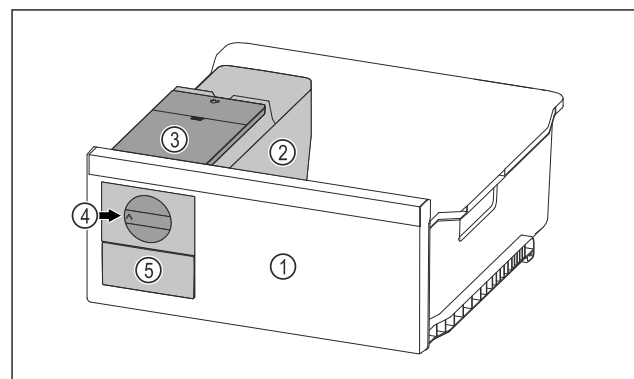

Fig. 123 Примерное изображение
- ▶ Поверните поворотную кнопку Fig. 123 (4) по часовой стрелке до упора.
- ▷ Кубики льда упадут из ванночки для кубиков льда в выдвижной ящик для кубиков льда Fig. 123 (5). Если не все кубики льда извлекаются из ванночки для кубиков льда: